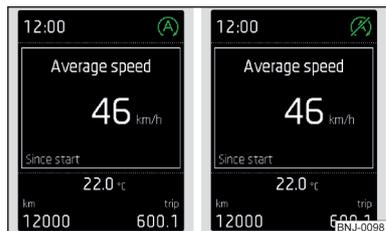

Fig. 125
Dans le cas où, après l'immobilisation du véhicule, le symbole de contrôle  » fig. 125 apparaît à l'écran, les conditions pour l'extinction automatique du moteur ne sont donc pas remplies.
Le moteur s'éteint automatiquement, le symbole de contrôle  » fig. 125 à la page 130 apparaît à l'écran. ▶
Le moteur s'éteint automatiquement, le symbole de contrôle (A) » fig. 125 à la page 130 apparaît à l'écran.